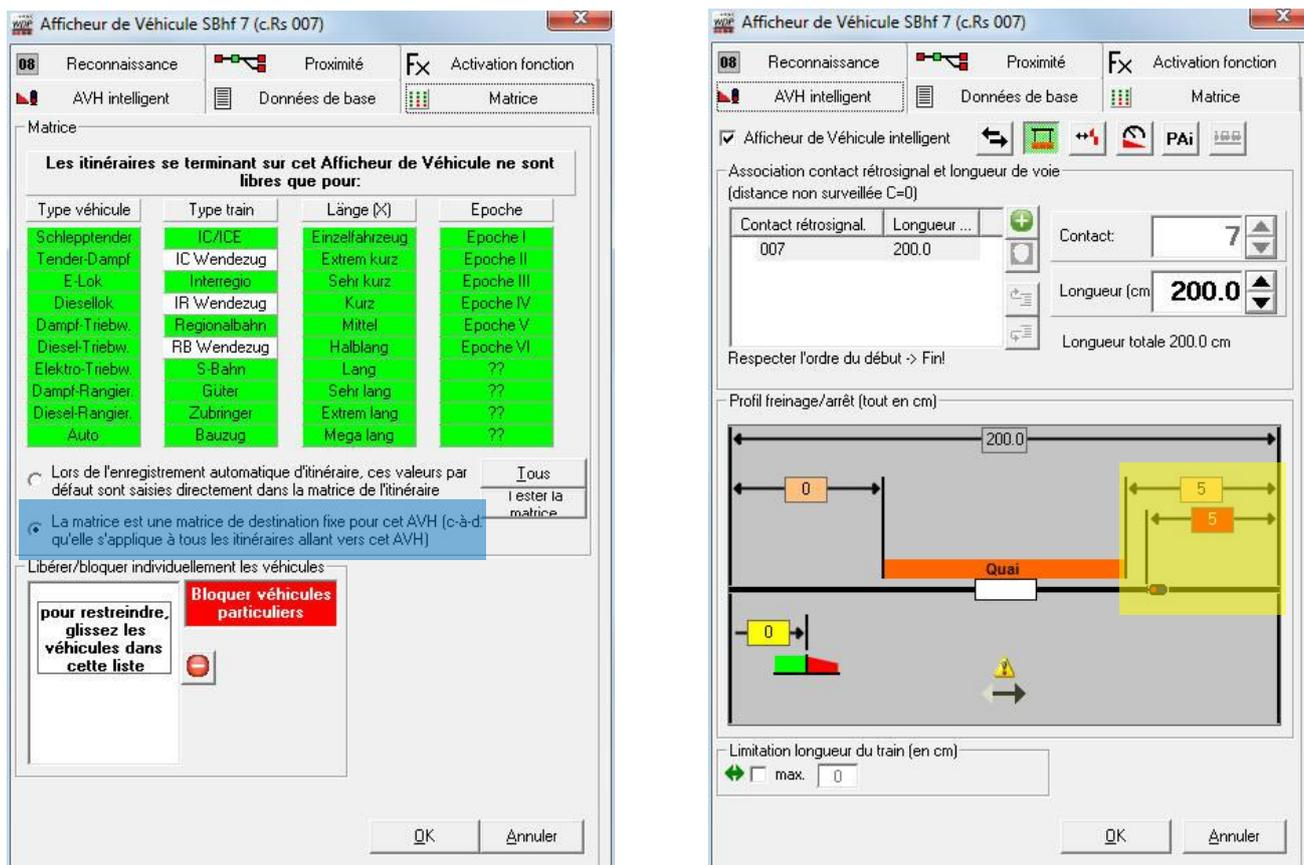

Fig. 8.1
1. Seuls les AVHi peuvent être utilisés. Toutes les longueurs des contacts RS doivent être saisies, et l'option matrice destination fixe doit être sélectionnée (Fig. 8.1 / option surlignée en bleu). Les blocages ou les autorisations de locomotives particulières doivent aussi être saisis dans les AVHi (et non dans les itinéraires). Si la voie dans le RTF-CGC est utilisée dans les deux directions, alors les AVHi doivent également être configurés pour les deux directions. Les AVHi dans les voies en cul-de-sac doivent être configurés pour une seule direction (direction de l'entrée).
Dans cet exemple de projet, les trains réversibles sont contrôlés à l'aide de la matrice, de sorte que seuls pénètrent sur les voies en cul-de-sac les trains qui peuvent repartir en marche arrière. De ce fait, certaines lignes de la matrice doivent être dupliquées. Par exemple, 'Interregio' et 'IR Wenzug (interrégion réversible)' (Fig. 8.1). Si vous n'avez besoin de cette duplication que pour le RTF-CGC, vous pouvez résoudre le blocage de l'entrée d'une autre manière, et ainsi laisser les lignes de la matrice disponibles pour d'autres types de trains. Il suffit pour cela d'activer, pour le train concerné, l'option 'Le train ne peut pas faire demi-tour automatiquement' dans la composition des trains. Dans ce cas, un tel train ne pénétrera dans aucune des voies en cul-de-sac.